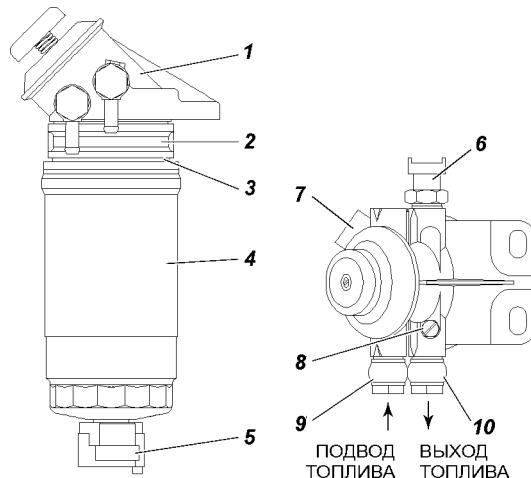

Рис. 9.19. Фильтр тонкой очистки топлива с подкачивающим насосом и датчиком наличия воды в топливе в пробке сливе отстоя:
-первое заполнение системы питания производите с помощью подкачивающего насоса на фильтре тонкой очистке топлива. Стравливание воздуха производите через винт на фильтре тонкой очистки топлива 7 (рис. 9.19);
**Фильтр тонкой очистки топлива (BOSCH, A 450 085 725) показан на рис. 9.19.**